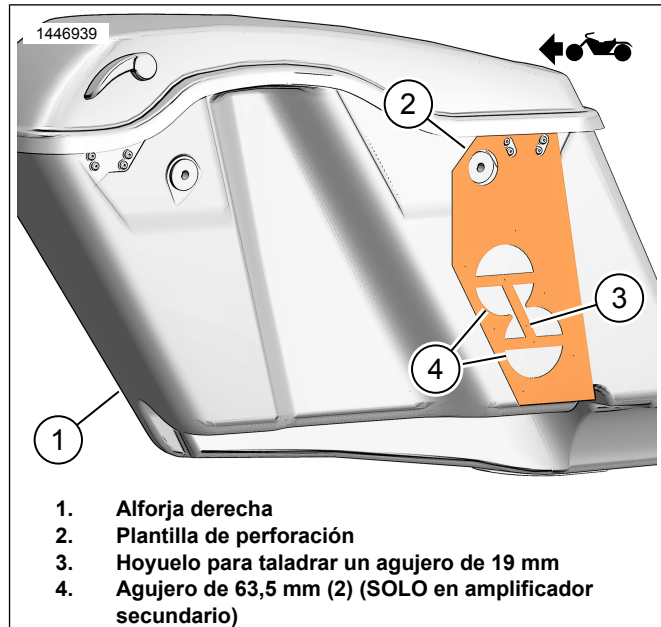

Figura 1. Plantilla de la alforja derecha
1. Consulte la Figura 1. Coloque la plantilla (2) en la alforja derecha (1).
Si aún no se instaló el amplificador secundario, vea las instrucciones del kit correspondiente para perforar agujeros de 63,5 mm (2 ½ pulg.) en la alforja derecha con una sierra para agujeros. Consulte la Figura 1.